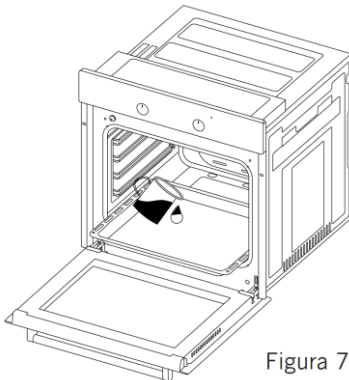

Figura 7
1. Vierta medio litro de agua en la bandeja esmaltada y colóquela en la parte inferior del horno (Figura 7).